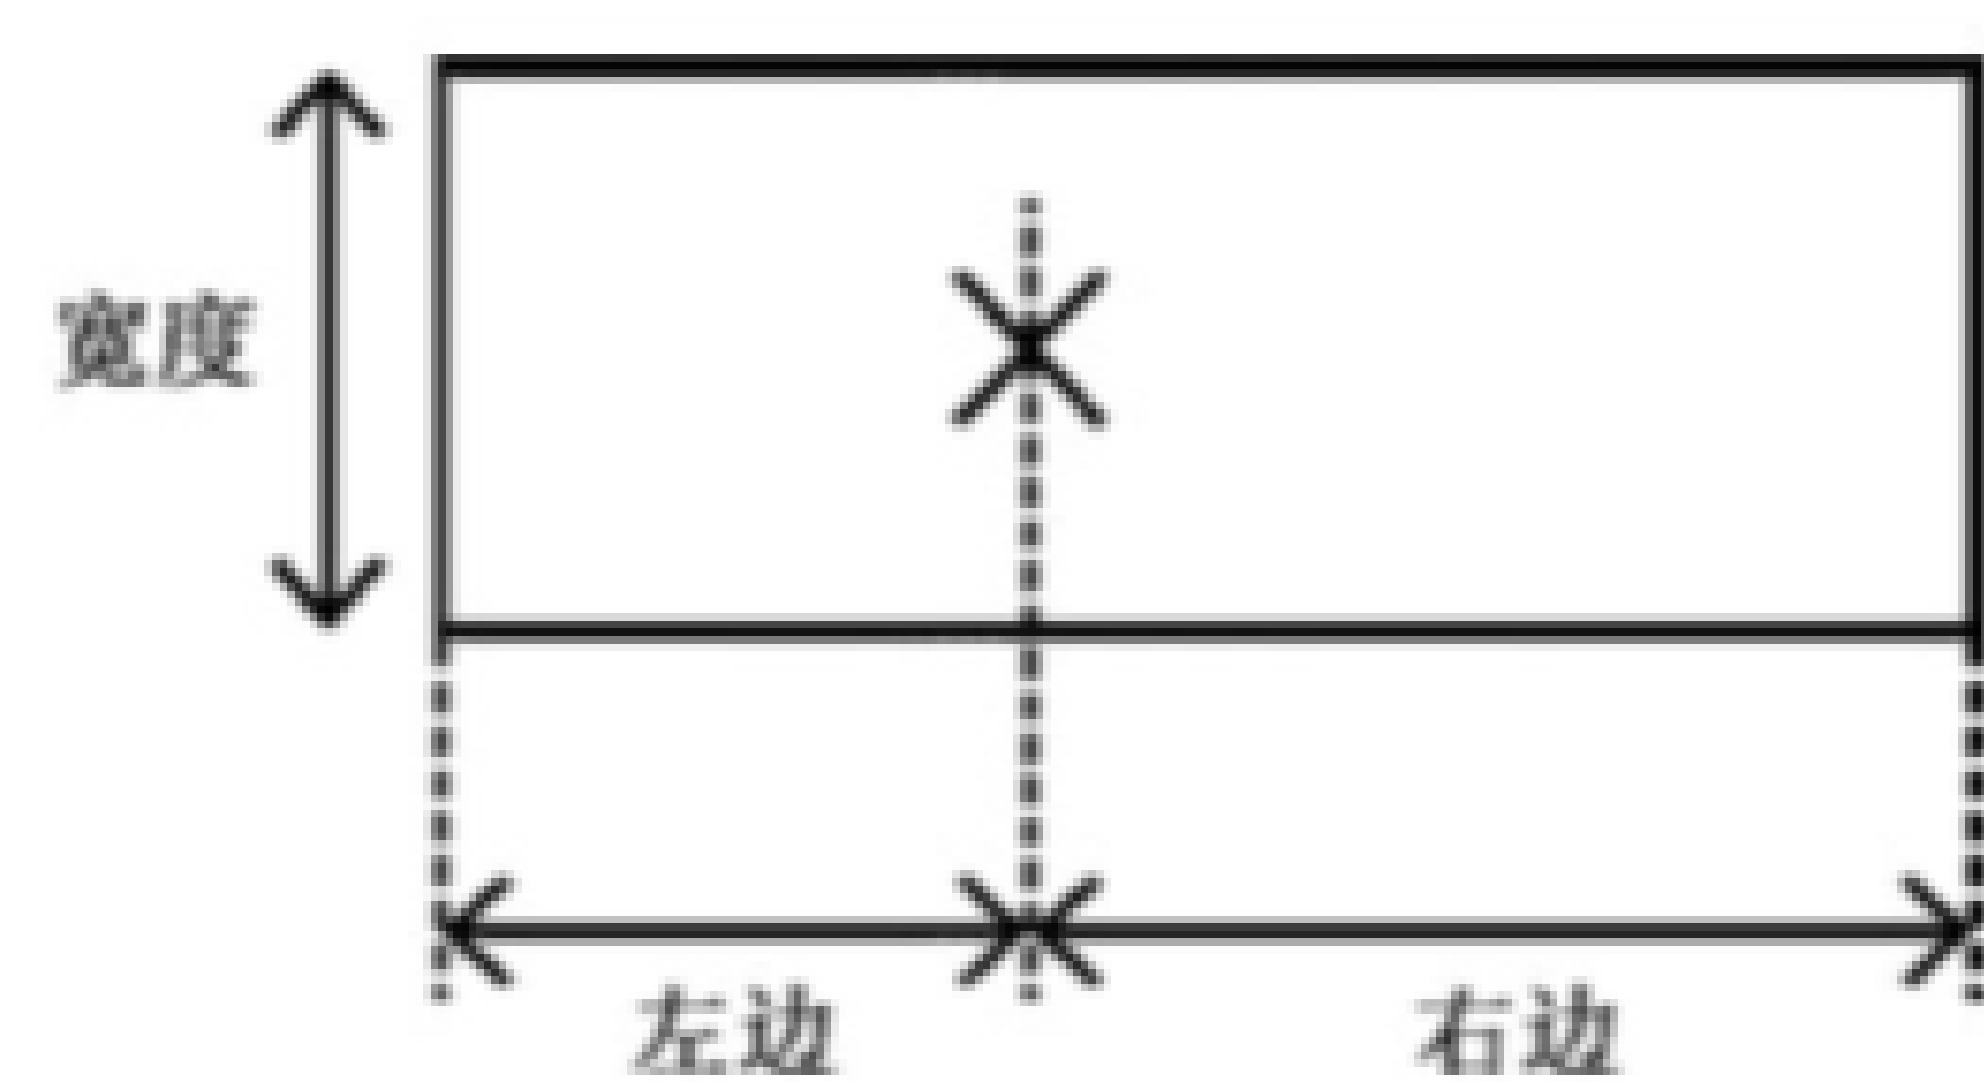

图 78 长方形
- f) id oblong width left right: 每个长方形由宽度、左边和右边定义, 定义应出现在一行上, 参考点如图 78 所示, 标记为 X。